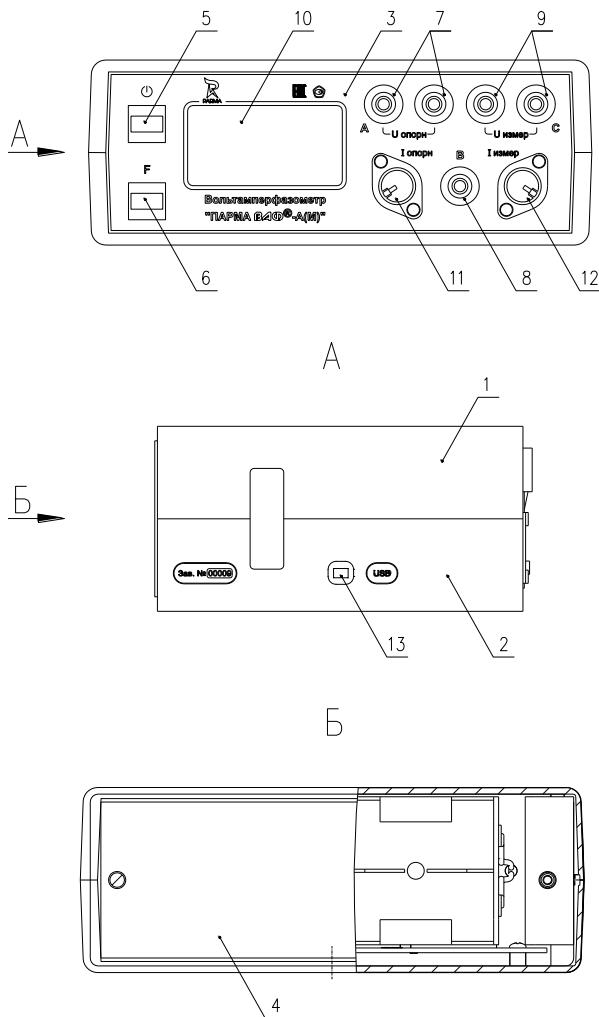

Рисунок 1 – Внешний вид измерительного блока
6.2.2 На лицевой панели ВАФ (рисунок 1) расположены две кнопки – верхняя «» и нижняя «F», дисплей, два разъема для подключения ИПТ и клеммы для подключения каналов напряжения.